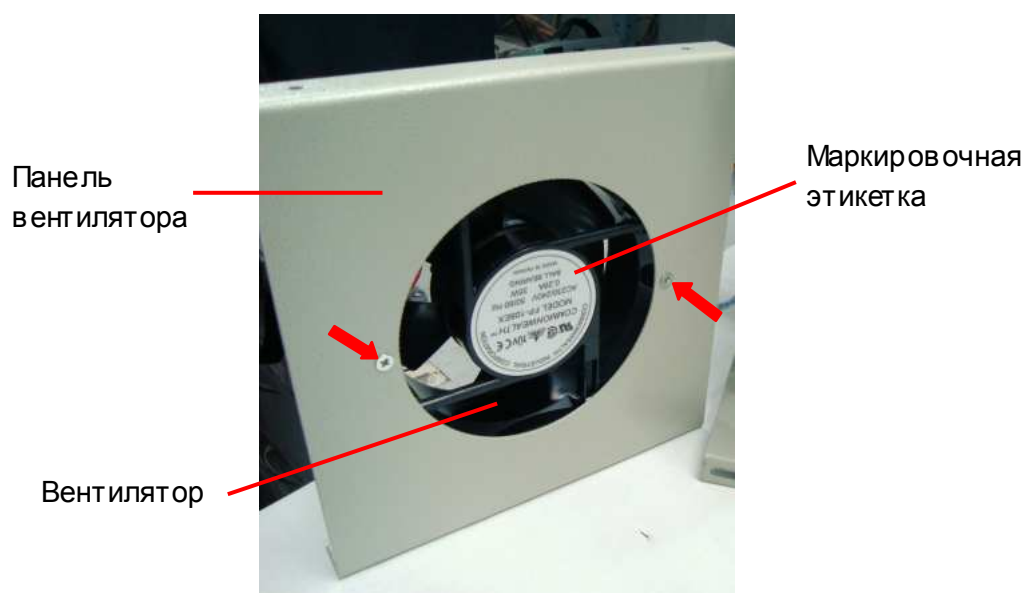

Рис. 7.15
7.6.1. Расположить вентилятор относительно панели как показано на рис. 7.15 (обратить особое внимание на расположение маркировочной этикетки).
7.6.2. Вкрутить два винта крепления вентилятора (рис. 7.15, красные стрелки).